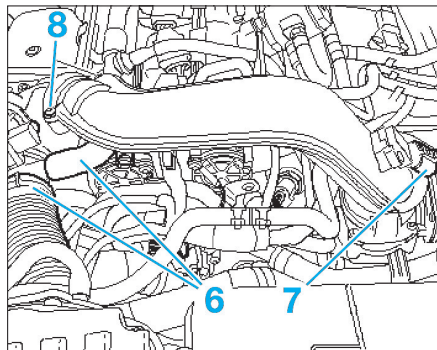
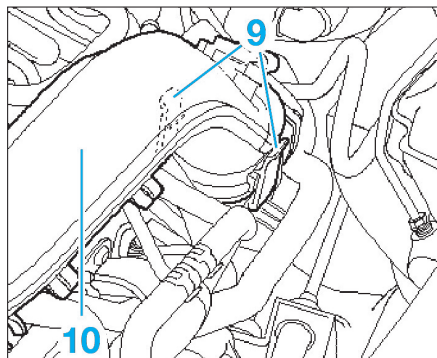

Fig. 49
Fig. 50
- le flexible (6) (Fig.49),
- le connecteur du capteur de pression de suralimentation (7) et de température d'air.
- Déposer les vis de fixation (8).
- Pousser légèrement les agrafes (9) situés aux extrémités et retirer le tuyau de pression (10). (Fig.50).